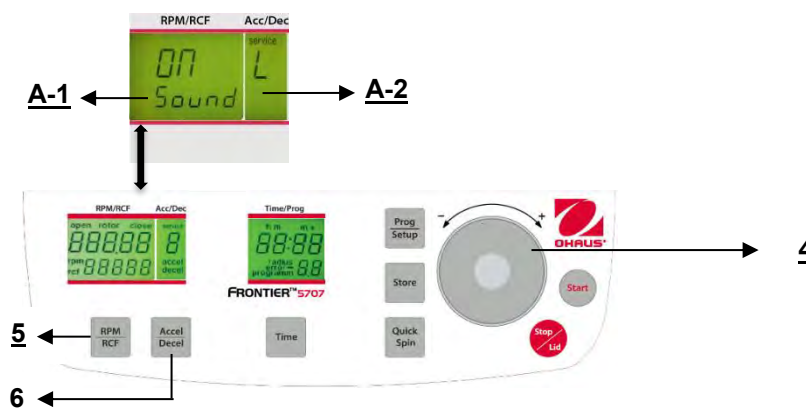

Figure. 29
Poursuivre conformément à la description du paragraphe 4.1.2 pour entrer dans ce mode de programme et appuyer ensuite sur la touche **"Accel/Decel"** (6). Sur l'affichage **"Acc/Dec"** (A-2), le mot **"Service"** clignote. Sélectionner maintenant la lettre **"L"** avec le cadran de réglage (4). Ceci entraîne l'apparition des mots **"On Sound"** sur l'affichage **"RPM/RCF"** (4). En appuyant maintenant sur la touche **"RPM/RCF"** (5), le mot **"On"** clignote et il devient possible de couper le son avec le cadran de réglage (4) (voir la figure 29).